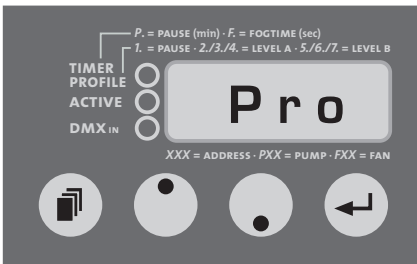

Abb. 4: Wechseln in den Profile-Modus
- Drücken Sie die Mode-Taste [14] auf dem Bedienfeld, bis im Leuchtzifferndisplay [17] „Pro“ erscheint (siehe Abb. 4).